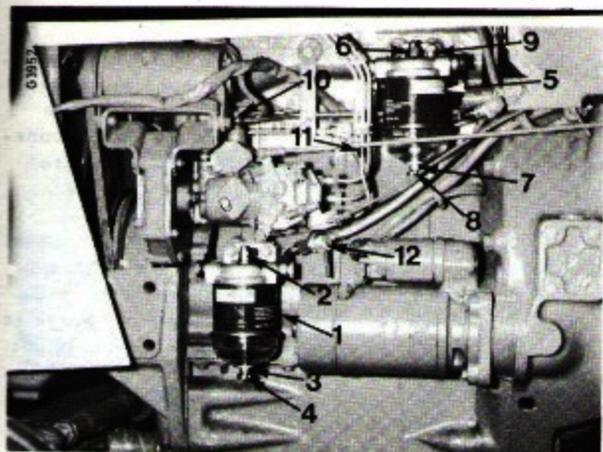

Fig. 62
Le tracteur est équipé d'un filtre primaire et d'un filtre secondaire, Fig. 62.
Remplacez le filtre primaire (1), Fig. 62 toutes les 750 heures de travail et le filtre secondaire (5) toutes les 2000 heures ou même avant si vous constatez une perte de puissance.
Filtre secondaire (5) Fig. 62